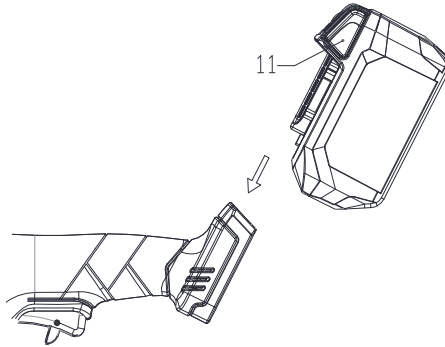

Fig. 2
Entfernen des batteriepacks: drücken sie den batterieentriegelungsknopf (11) und ziehen sie den batteriepack aus dem werkzeug. (siehe abb. 2)
Installieren des batteriepacks: richten sie die schienen des werkzeugs an den vier laschen des batteriepakets aus und drücken sie das batteriepaket auf das werkzeug, bis es einrastet. (siehe abb. 2)